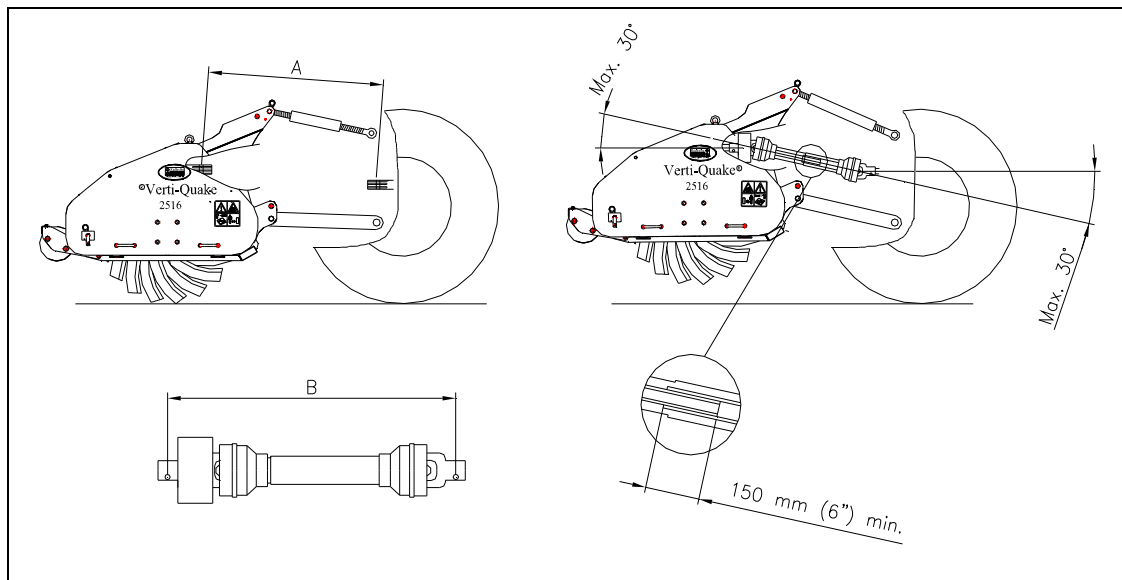

Fig. 8
4.1 KRAFTUTTAGEETS LÄNGD (fig. 8)